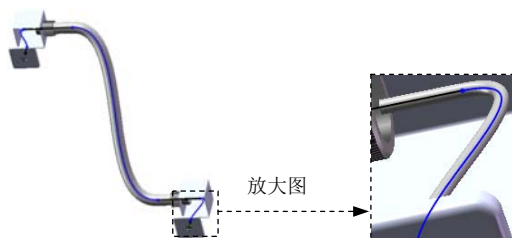

图 11.8.28 电力线路 2
Step5. 创建电气线路 2。同操作步骤 Step4，创建图 11.8.28 所示的电气线路 2。